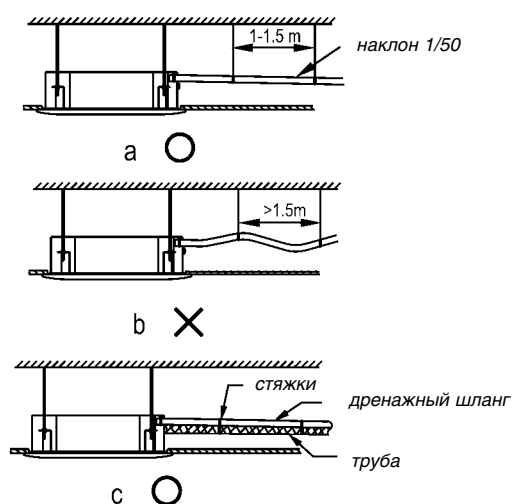

Рис. 28
- Чтобы конденсат не затекал обратно в кондиционер после его выключения, дренажный шланг должен быть слегка наклонен вниз наружу (от кондиционера) под углом около $1/50$ (2 см понижения на 1 м длины шланга). На шланге не должно быть подъемов и петель (рис. 28–а).
- В процессе подключения дренажного шланга не тяните за него, чтобы не сместить кондиционер. Через каждые 1–1,5 м нужно закрепить шланг, чтобы он не провисал (рис. 28–б). Вместо этого можно скрепить шланг с жесткой соединительной трубой (рис. 28–с).